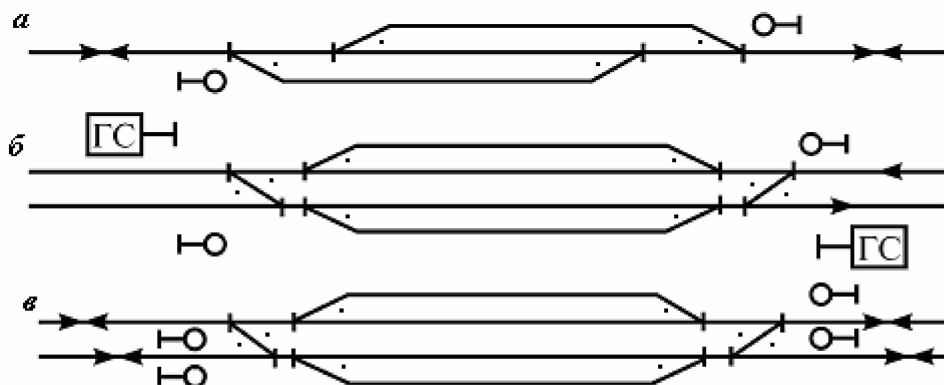

Рис. 9.4. Границы раздельных пунктов
- на однопутных участках — входные светофоры (рис. 9.4, а);
- на двухпутных участках по каждому в отдельности главному пути - с одной стороны - входной светофор, а с другой стороны – сигнальный знак «Граница станции», устанавливаемый на расстоянии не менее 50 м от предельного столбика или стыков рамных рельсов (рис. 9.4, б).
На **двухпутных участках**, оборудованных двухсторонней автоблокировкой, границей станции по каждому в отдельности главному пути являются входные светофоры (рис. 9.4, в).